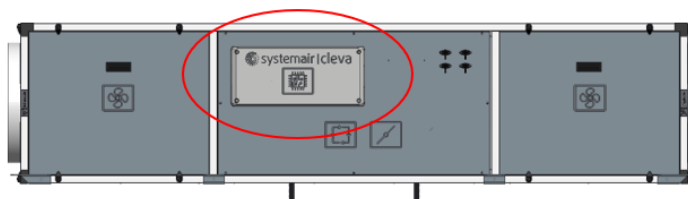

Figura 12.
2. **Montaje sobre techo.** Para el montaje sobre techo, utilice las piezas indicadas en la figura 12, las cuales se suministran como accesorio para su instalación en la unidad. Es necesario retirar las patas originales de la unidad para proceder con el montaje de estas piezas, ya que ambas utilizan los mismos puntos de anclaje. La unidad incorpora tuercas remachables integradas en la perfilería, que facilitan la fijación de las piezas de soporte. Asimismo, se proporcionan tornillos M6 para el anclaje de dichos componentes a la estructura de la unidad. Consulte la tabla 2 para verificar las cotas de anclaje de la unidad con los soportes para montaje en techo.